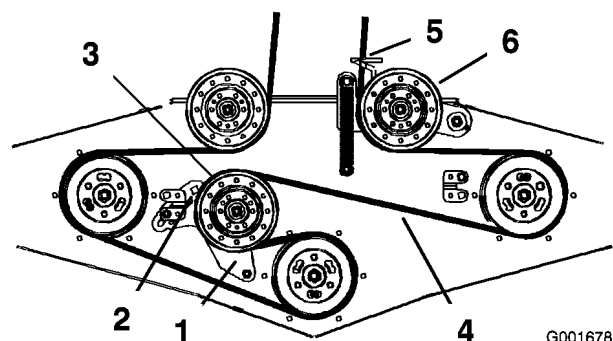

Figura 48
4. Afloje el brazo de la polea tensora fija y ajústelo para aliviar la tensión de la correa sobre la polea tensora fija (Figura 48).
6. Instale la correa nueva a través de la guía de la correa y alrededor de las poleas (Figura 48).